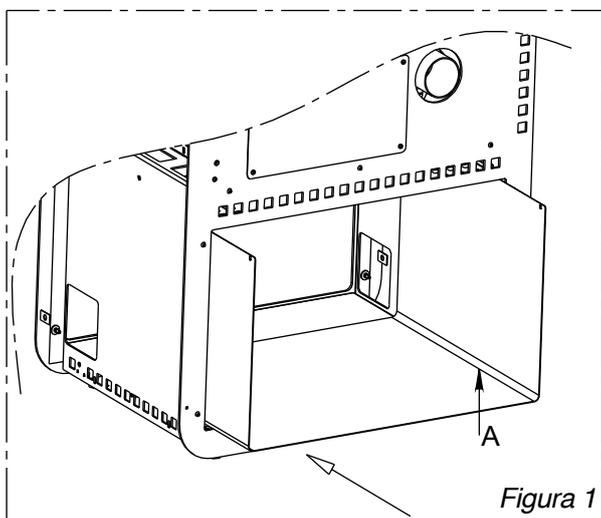

Figura 1
- Per prima cosa procedere al montaggio del vano a giorno A inserendo lo stesso dalla parte posteriore dell'apparecchio. Attenzione : il vano non è simmetrico, il lato anteriore è quello ove il foro asolato è maggiormente vicino alla fine della lamiera. Non spingere il vano fino a fine corsa ma tenerlo circa a 10 cm dal frontale (Figura 1).